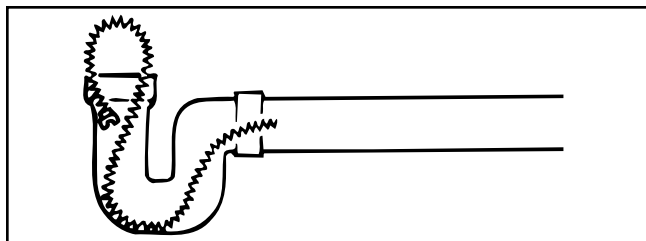

Figura 7 – Formación de un lazo con el cable para trabarlo
- Trabe el cable para que no se pierda por el desagüe, formando un lazo en el tubo como se muestra en la *Figura 7*. Este procedimiento es especialmente útil cuando se está limpiando un tubo que tiene un fuerte declive.